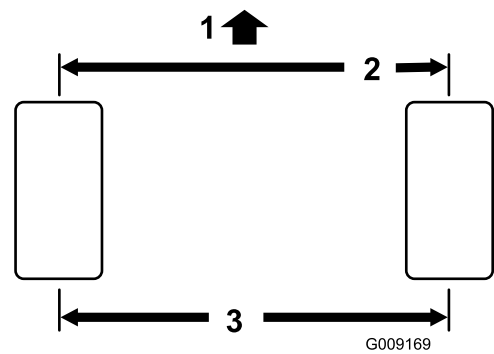

Bild 54
2. Messen Sie den Abstand vorne und hinten an den Lenkreifen Mitte-zu-Mitte (auf Achshöhe). Bild 54 Der Abstand muss zwischen $0 \text{ mm} \pm 3 \text{ mm}$ vorne am Reifen im Vergleich zu hinten am Reifen liegen. Drehen Sie den Reifen um 90 Grad und prüfen Sie den Abstand erneut.